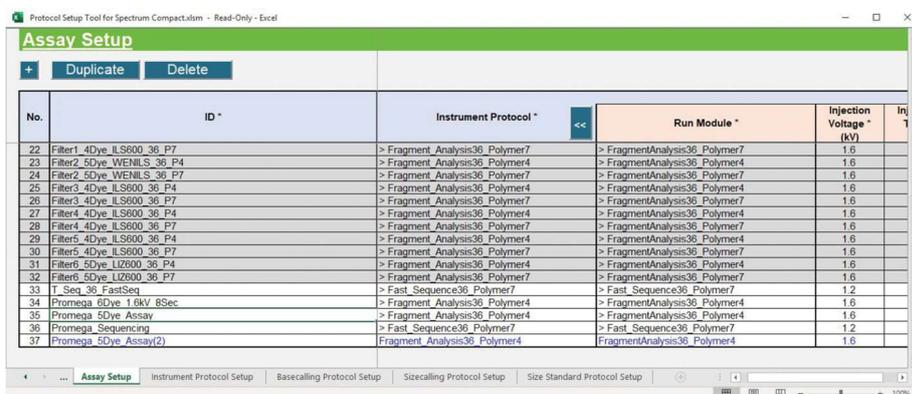

図 238 Instrument Protocol Parameter を表示している Assay Setup ワークシート画面
8. この矢印で個別のパラメーターを含む列を右に開くことができます。セクション 13.4.2 から 13.4.4 に記載されているように、instrument protocol や basecalling protocol、 sizecalling protocol のパラメーターを編集できます。(図 238)